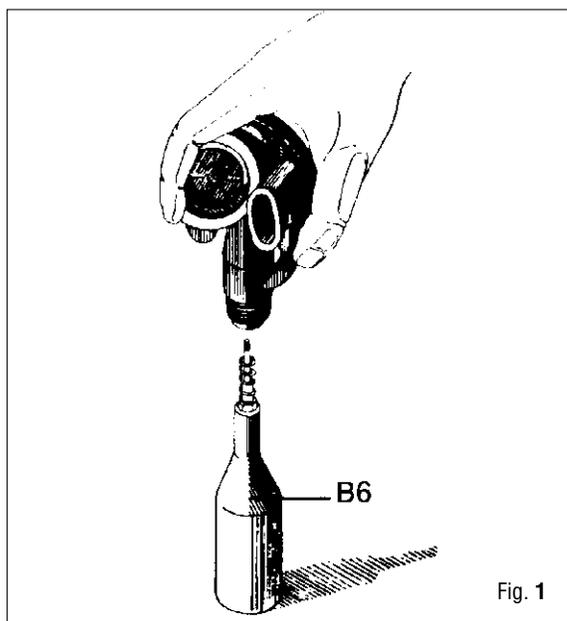

Fig. 1
2. Corte aproximadamente 7 mm de la parte terminal del vástago de la válvula de descarga (40) con unas pinzas de corte (o tijeras).
3. Coloque correctamente la placa de apoyo de la leva (73).
4. Posicione la pastilla de la válvula (47) en el cuerpo de la válvula (30)..
5. Posicione en la herramienta especial (B-6) la válvula de la 2ª etapa completa y su muelle correspondiente (31).
6. Ejerciendo una ligera presión, posicione correctamente la válvula de la 2ª etapa con su muelle correspondiente en el manguito de la boca de la segunda etapa. (Fig. 1).
PARA OBTENER UNA CORRECTA POSICIÓN DE LA VÁLVULA DE LA SEGUNDA ETAPA SE ACONSEJA ROTAR LA CAJA DE LA SEGUNDA ETAPA HACIA LA DERECHA Y HACIA LA IZQUIERDA. (Fig. 1)